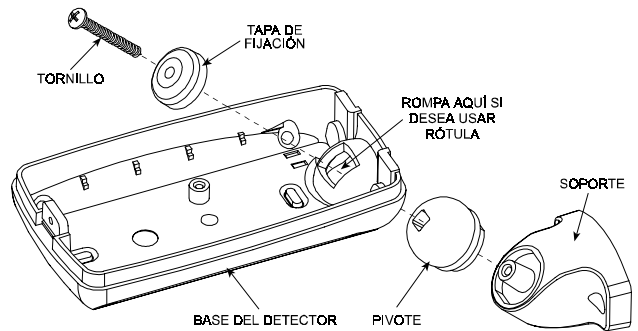

Figura 6. Colocación de la rótula
C. Rompa el agujero de montaje grande en el entrante esférico de la parte superior de la base (vea Figura 6).
D. Coloque la rótula como muestra la Figura 6.